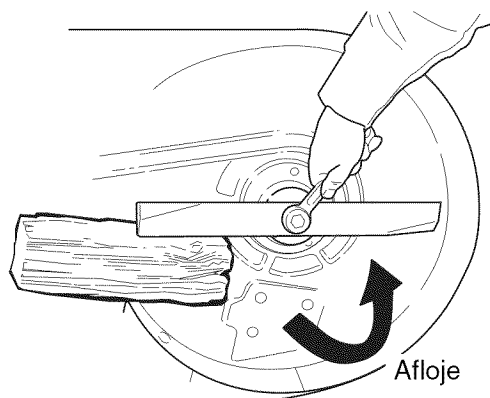

Figura 23. Remoción del Asa
2. Quite el asa para inspeccionarla o para ganar acceso seguro al lado inferior de la cubierta de la podadora (vea la Figura 23). Use un bloque de madera para evitar que gire el asa mientras afloja el tornillo de cabeza hexagonal girándolo a la izquierda.